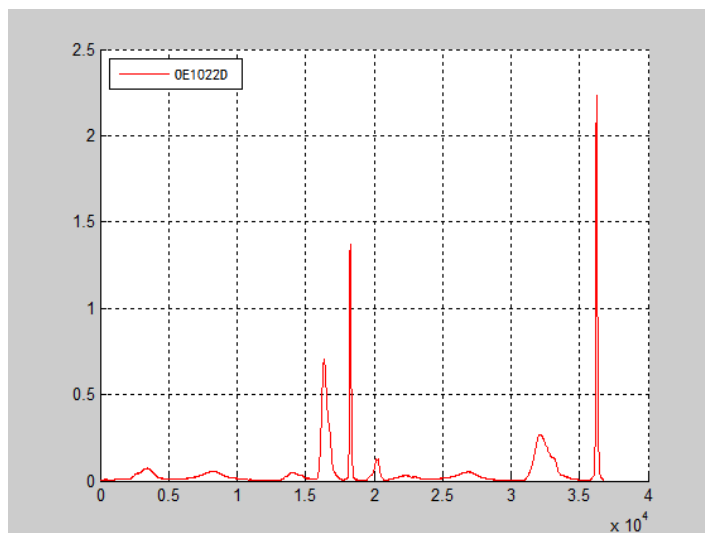

图103. OE1022D 测得的光谱曲线图
4. 开始光谱测量实验，同时利用数据采集平台采集光谱数据，可以得到如下光谱曲线图 103（未定标）：